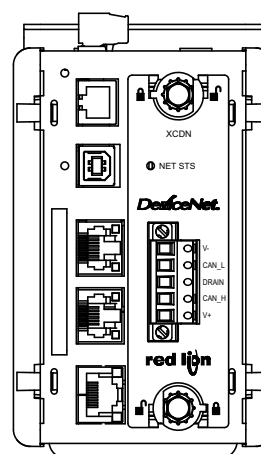

Abbildung 4.
5. Drehen Sie die Optionskartenknöpfe in die gesperrte Position, wie in Abbildung 4 angezeigt.